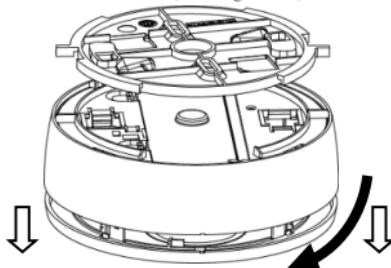

Figure 13
1. Retirez le détecteur du support de montage en le faisant pivoter dans le sens inverse des aiguilles d'une montre (*voir Figure 13*).